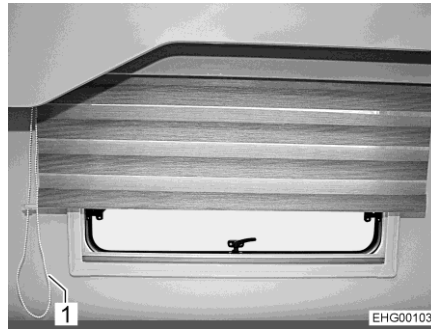

Fig. 103 Persiana enrollable variable,
- Tirar el ramal de la cadena de tiro (Fig. 103,1) el cual cierra la persiana enrollable variable hasta que la persiana enrollable variable se encuentre en la posición deseada.
- Tirar el ramal de la cadena de tiro (Fig. 103,1) el cual abre la persiana enrollable variable hasta que la persiana enrollable variable se encuentre en la posición deseada.